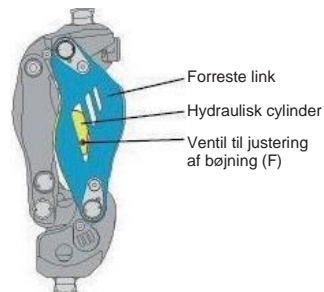
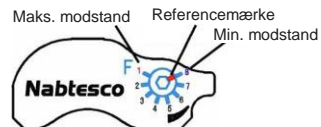

Fig. 11 Placering af bøjningsjusteringsventilen
Fig. 12 Graderet skala for fleksionsjusteringsventilen
Først skal du justere bøjningsmodstanden. Som vist på fig. 11, er fleksionsjusteringsventilen (F) placeret til højre set fra brugeren. Som vist på fig. 12, er skalaen graderet fra "1" til "8". "1" svarer til den højeste hydrauliske modstand, og "8" svarer til den laveste. (Reference) Fabriksindstilling: "8" Brug en 2 mm sekskantnøgle til at justere ventilen. Sæt skruenøglen i fra det nederste hul i frontleddets sideflade.